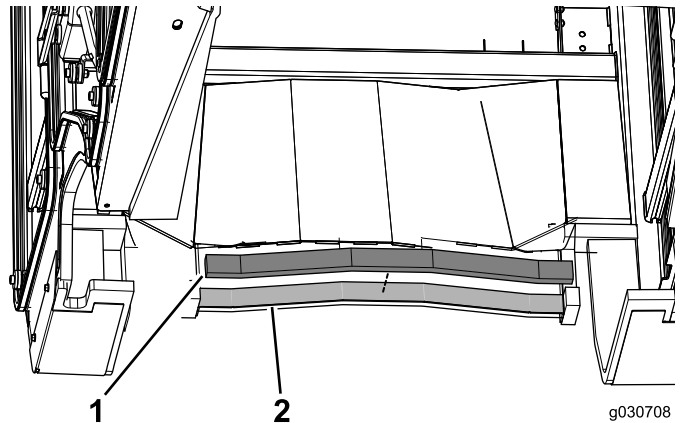

Figure 15
3. Appliquez le joint en mousse arrière à l'arrière de la cabine (Figure 15).